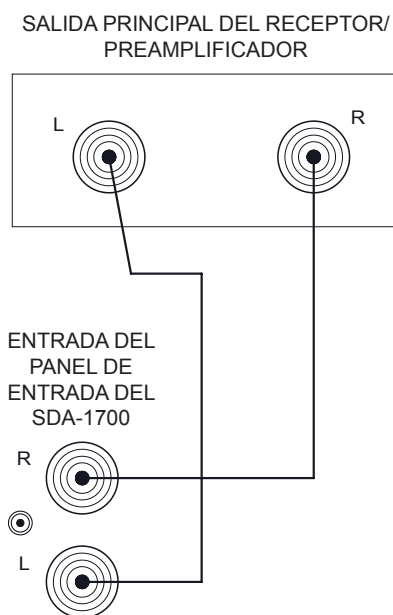

Figura 5
1. Conecta un latiguillo RCA de canal dual entre las salidas principales izquierda y derecha del receptor/preamplificador y los conectores de ENTRADA respectivos en el panel posterior del SDA-1700, tal como se muestra en la Figura 5.